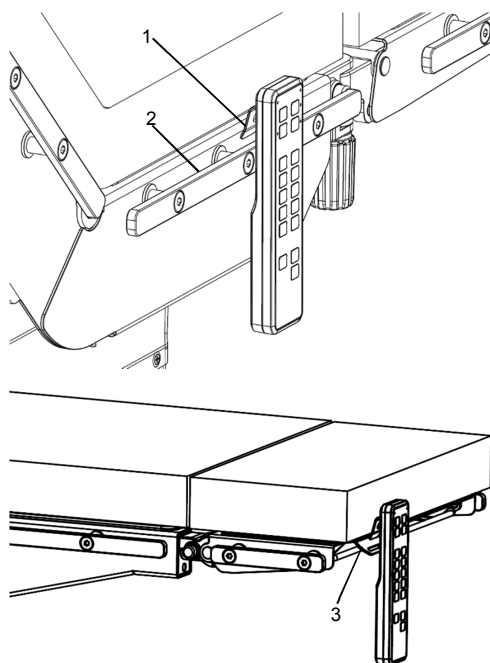

Рис. 2-6. Подсоединение проводного пульта управления
Прикрепите скобу (1) к боковому рельсу (2) или креплению (3), как показано на Рис. 2-6.